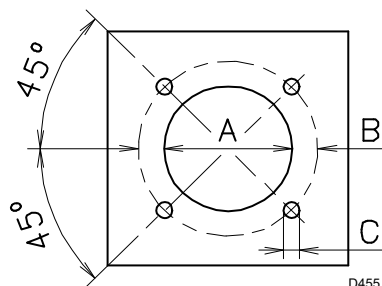

图 6
- 制造年份 (C) ；
- 序列号 (D) ；
- 电源输入功率 (E) ；
- 使用的燃料型号和相应的供给压力 (F) ；
5.3 锅炉法兰 (图 6)